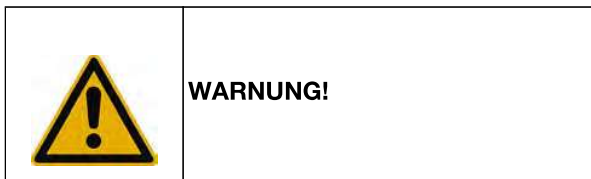

Bild 1-4 1 Verschleißbereich
- Halten Sie beim Betätigen des Auslösers mittels der Verpackung stets ausreichenden Abstand vom Trenn- und Verschleißbereich! (siehe Bild 1-4)